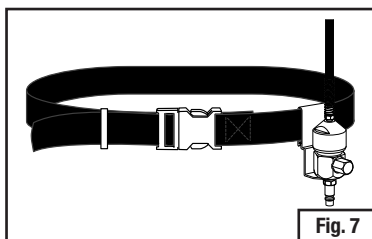

Fig. 7
4. Placer la pince métallique du régulateur d'air ou du connecteur sur la ceinture (Fig. 7).